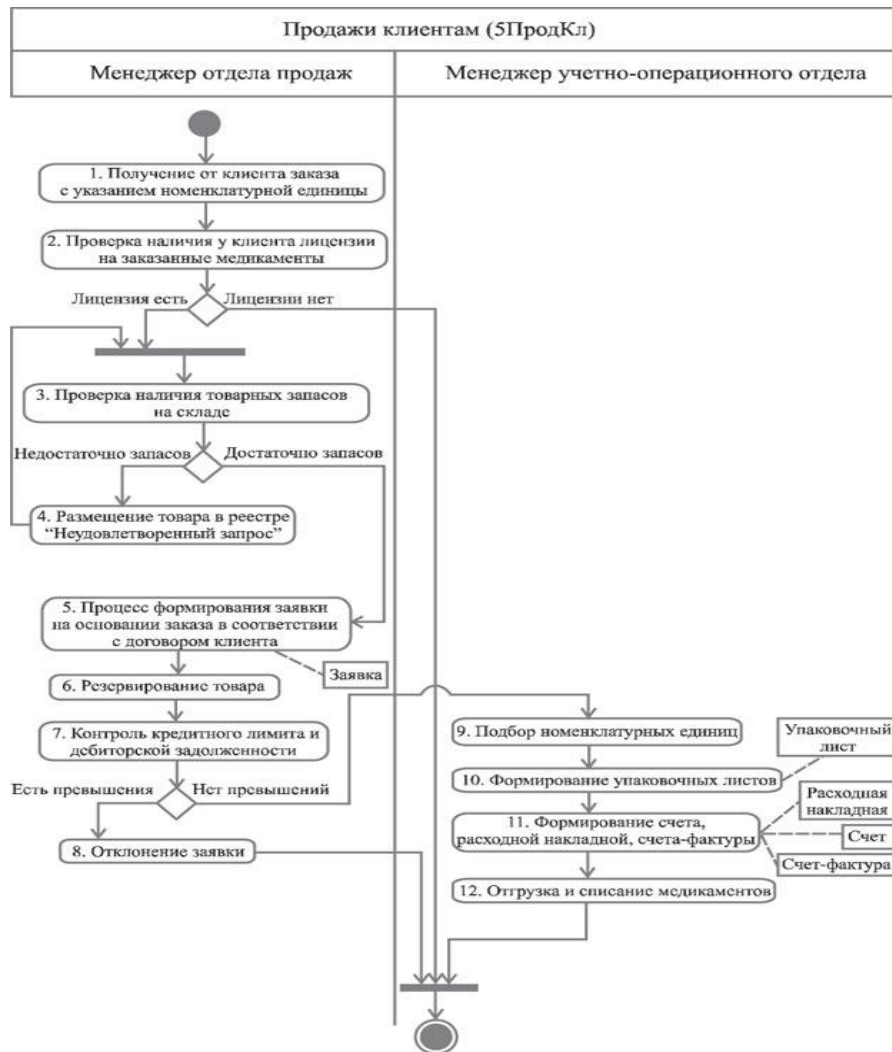

Рис. 11. Диаграмма действий бизнес-процесса "Продажи"
Общий вид диаграммы действий бизнес-процесса "Продажи" представлен рис. 11.
- В графе 1 проставьте краткое наименование диаграммы - 5Прод\_Кл. Кроме того, в этой графе в каждой строке укажите номер операции, соответствующий изображению на диаграмме действий (рис. 11).